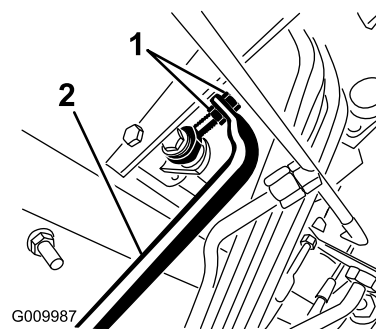

Figura 47
4. Regolate i controdadi dal lato asta della pompa per muovere in avanti il tubo di controllo della pompa ed eliminare lo spostamento in avanti, o per muoverlo indietro ed eliminare lo spostamento indietro (Figura 47).